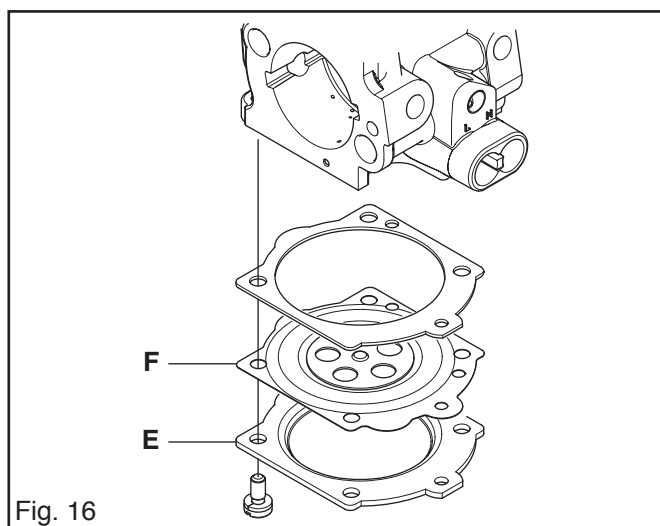

Fig. 16
7. Insérez la membrane de dosage (F) et le joint, puis remettez le couvercle (E) de l'unité de dosage en place. Voir fig. 16.